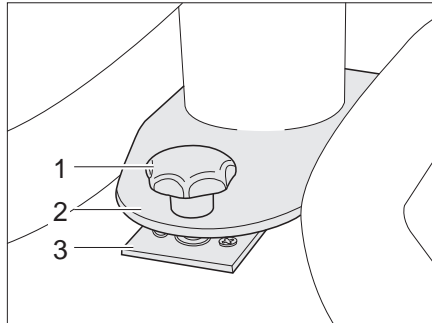

Fig. 98 Dispositif de blocage table fixe
- Placer la table fixe avec la plaque perforée (Fig. 98,2) sur le support (Fig. 98,3).
- Pousser la table fixe de telle sorte que la vis de fixation (Fig. 98,1) puisse être vissée dans le support (Fig. 98,3).